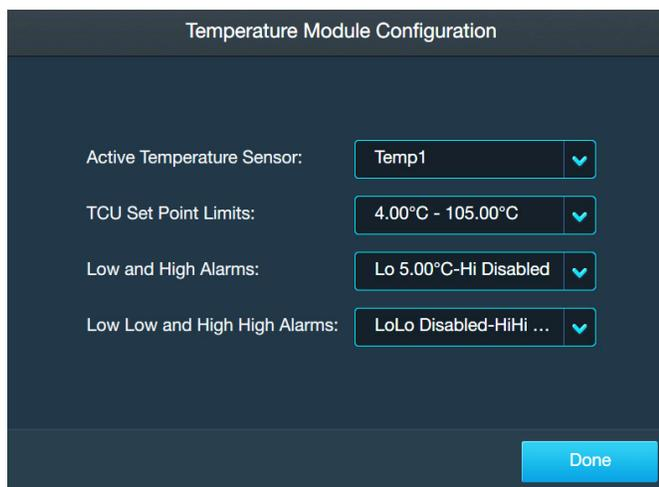

Abbildung 3.40. Bildschirm „Temperature Module Configuration“ (Konfiguration des Moduls „Temperatur“).
Verwenden Sie die folgenden Informationen und Schritte, um das Modul „Temperature“ (Temperatur) zu konfigurieren. Alle nachstehend aufgeführten Felder sind in Abbildung 3.40 dargestellt. **Hinweis:** Sie können während der Konfiguration eines Moduls jederzeit im unteren Bereich des Konfigurationsbildschirms auf „Done“ (Fertig) tippen. Dadurch werden Ihre Eingaben gespeichert, und Sie können beim nächsten Öffnen der Modulkonfiguration dort weitermachen, wo Sie aufgehört haben.
1. Gehen Sie auf dem Bildschirm „Home“ (Start) der Touchscreen-Konsole zum Modul „Temperature“ (Temperatur) und tippen Sie auf „Configure“ (Konfigurieren). Der Bildschirm „Temperature Module Configuration“ (Konfiguration des Moduls „Temperatur“) wird angezeigt (Abbildung 3.40). Tippen Sie auf das Feld „Available Temperature Sensors“ (Verfügbare Temperatursensoren).